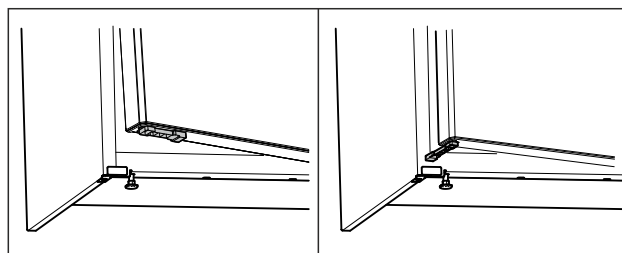

Fig. 62 *
- Otočte obmedzovač otvorenia dverí o 90°. (pozri Fig. 62) *